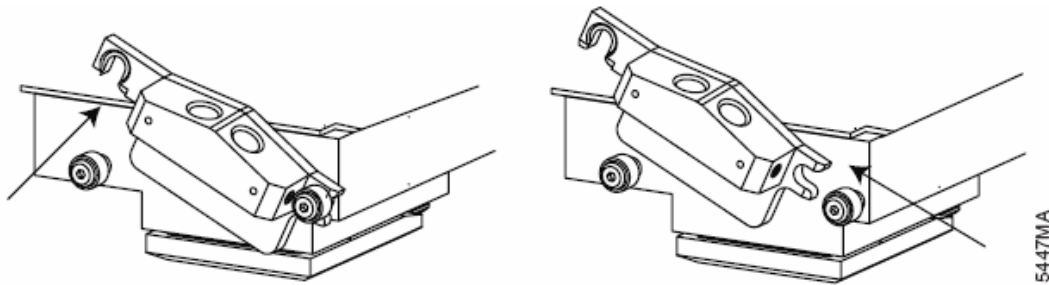

Abbildung 19. Entfernen des Injektorspitzenhalters.
5. Entfernen Sie den Injektorspitzenhalter vom optischen Messkopf. Wenn Sie das Luminometer von vorne ansehen, drücken Sie aufwärts, dann nach links (vom Boden des Halters aus gesehen), um den Halter von dem Messkopf zu lösen (Abb. 19).